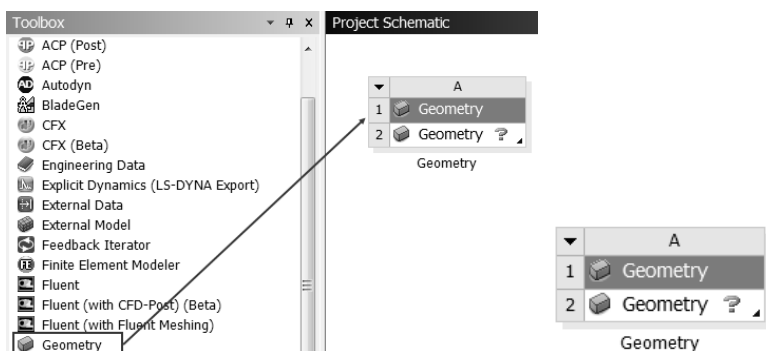

图 19-61 创建几何生成器
Step1：创建几何生成器。如图 19-61 所示，在 Workbench 左侧 Toolbox（工具箱）的 Component Systems 中选择 Geometry 选项并按住左键不放将其拖到右侧的 Project Schematic 窗口中，此时即可创建一个如同 Excel 表格的几何数据生成器 A。